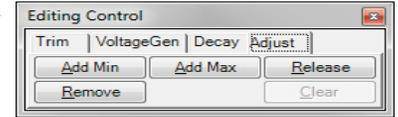

図 33: Adjustをクリックし、自動分析を開始するReleaseをクリックしてください。
7. 各々の歩行ステップのピークを特定するとReleaseをクリックし分析とレポート作成のためにデータをリリースします。(図33) データをリリースすると3-シグマデータに計算し表示し、レポートを作成します。